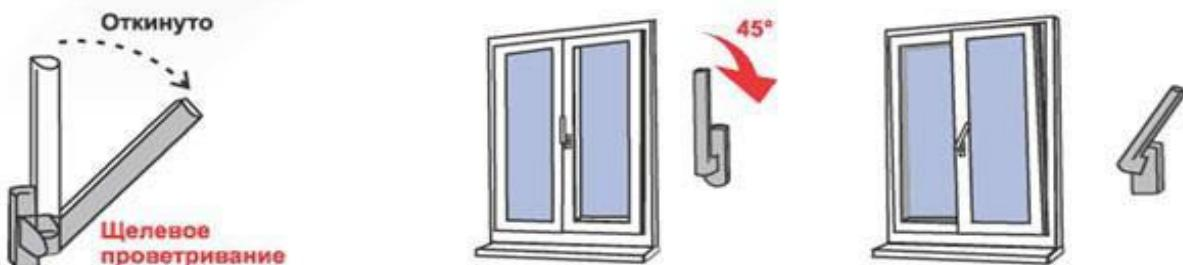

Рис. 3
4. Для перевода створки в положение **«Проветривание»** ручку поворачивают из положения «Откинуто» в положение **«Проветривание»** на 45 градусов (см. Рис. 3). При этом створка окна (после небольшого поворота относительно нижней горизонтальной оси) фиксируется, будучи неплотно прижатой к раме окна вверху. Зазор между рамой окна и створкой (в верхней части) в данном режиме может составлять от 5 до 10 мм. и регулируется небольшим поворотом ручки (**щелевой режим**).